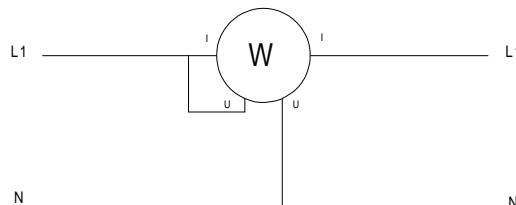
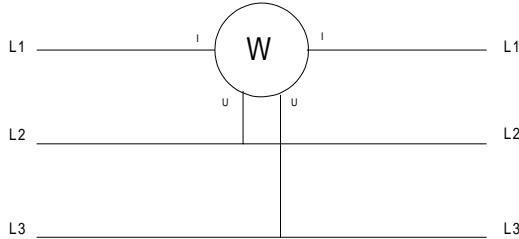

Abb. 4.4.1 Anschlusschema für einphasige Messung
Abb. 4.4.2 Anschlusschema für dreiphasige Messung im symmetrischen 3 Leiter system (nur PX 120)
Verfahren Sie nach dem Anschlusschema aus Abb. 4.4.1 (einphasig) oder Abb. 4.4.2 (Dreiphasig ausgeglichen, T3FE nur PX 120) und stellen Sie wenn möglich für den entsprechenden Fall sicher, dass dabei die maximal zulässigen Grenzwerte nicht überschritten werden (siehe Tabelle unten).
3. Verfahren Sie nach dem Anschlusschema aus Abb. 4.4.1 (einphasig) oder Abb. 4.4.2 (Dreiphasig ausgeglichen, T3FE nur PX 120) und stellen Sie wenn möglich für den entsprechenden Fall sicher, dass dabei die maximal zulässigen Grenzwerte nicht überschritten werden (siehe Tabelle unten).
3. Verfahren Sie nach dem Anschlusschema aus Abb. 4.4.1 oder Abb. 4.4.2 (T3FE nur bei PX 120) und stellen Sie wenn möglich für den entsprechenden Fall sicher, dass dabei die maximal zulässigen Grenzwerte nicht überschritten werden (siehe Tabelle unten). Die Umschaltung des Messbereichs erfolgt automatisch.